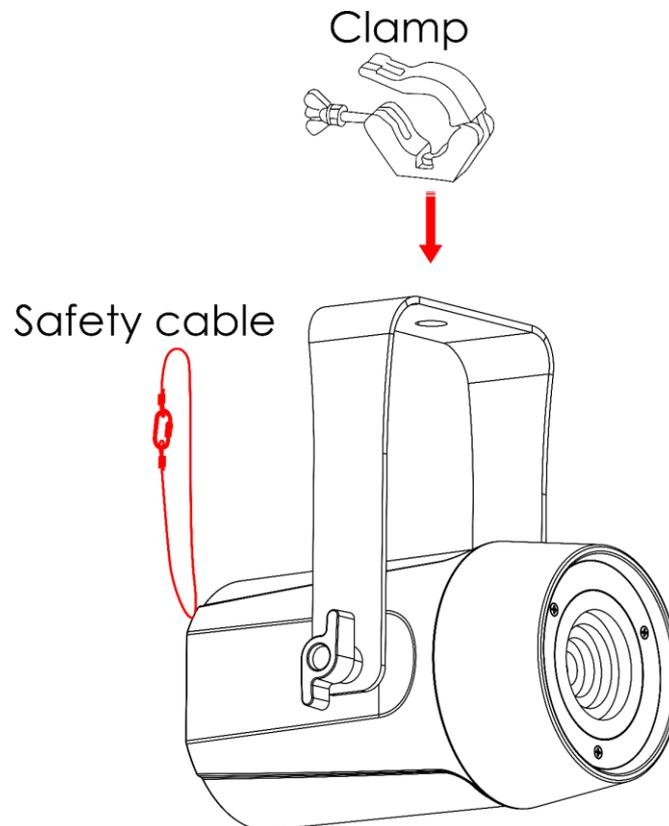

Fig. 05
- 01) Utilizzare un morsetto per fissare il dispositivo alla struttura di supporto, come mostrato nella Fig. 05. Assicurarsi che il dispositivo non possa muoversi liberamente.
- 02) Assicurare il dispositivo con una sospensione secondaria, ad esempio un cavo di sicurezza. Assicurarsi che la sospensione secondaria sia in grado di sostenere 10 volte il peso del dispositivo. Se possibile, la sospensione secondaria deve essere collegata a una struttura di supporto indipendente dalla sospensione primaria. Far passare il cavo di sicurezza attraverso l'**occhiello di sicurezza (07)**, come mostrato nella Fig. 05.